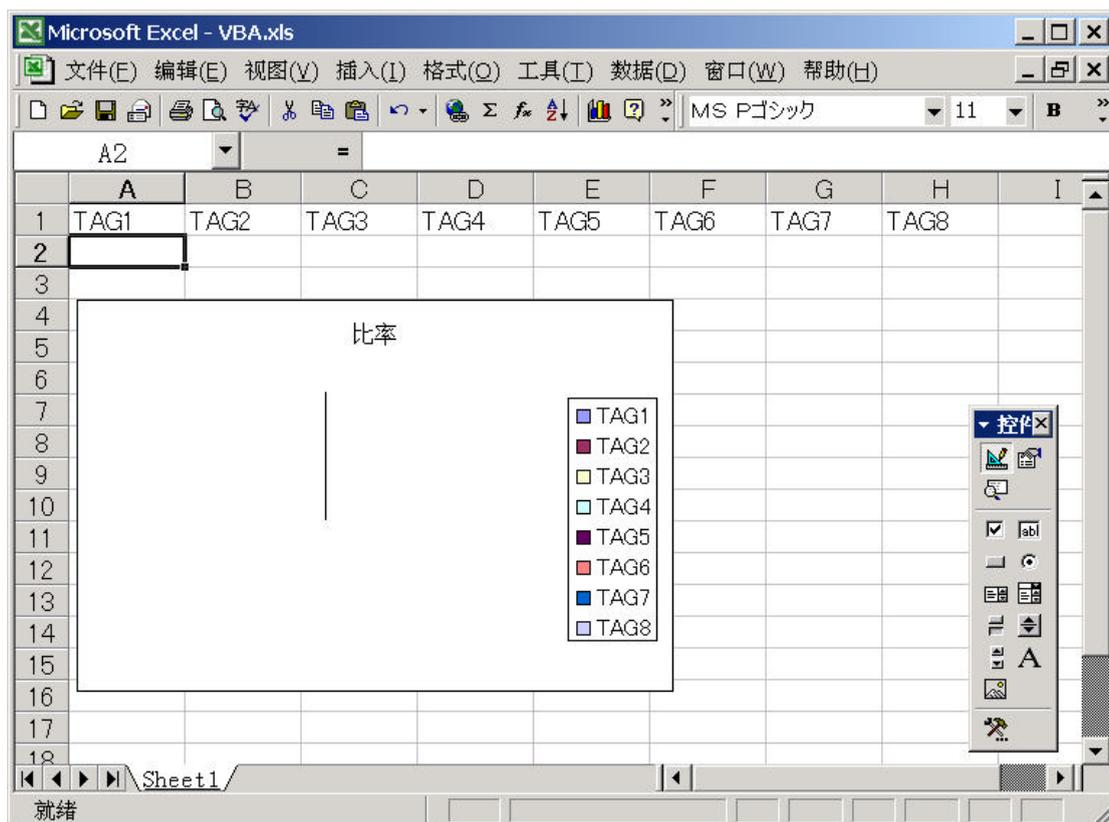

图 4-12 控件工具箱的表示
- 1) 从Excel的菜单选择[视图(V)]-[工具栏(T)]-[控件工具箱]，则可以显示控件工具箱（图4-12）。